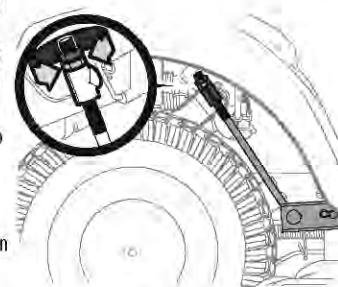

Figura 38
3. Debajo de los guardabarros traseros dentro de las ruedas hay una varilla de ajuste de elevación para cada lado de la plataforma. Consulte la Figura 38.